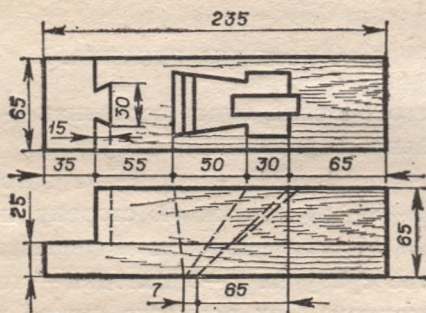

Рис. 70. Размеченная колодка.
7. Разметить колодку (рис. 70). Внимательно ознакомиться с чертежом. В заготовке определить переднюю часть колодки по направлению волокон на боковых сторонах заготовки. (При строгании подошва рубанка должна легко скользить, волокна будут приглаживаться, а не задираться.) Сначала отметить длину всех четырех сторон, затем разметить верхнюю сторону колодки, далее — боковые стороны и подошву. После разметки необходимо проверить правильность всех размеров.